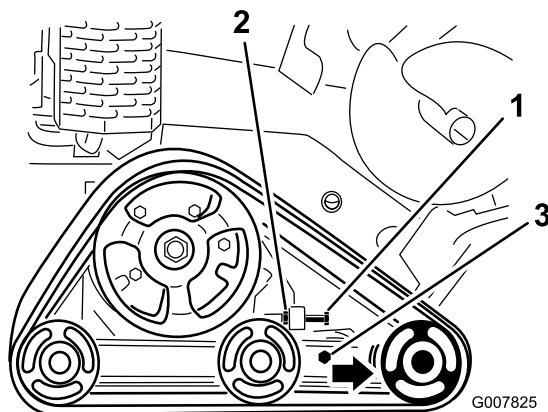

Figura 46
3. Allentate il controdado sul bullone di tensionamento dei cingoli e i bulloni del serrafilo sul braccio di tensione (Figura 46).
4. Serrate il bullone di tensionamento a un valore compreso tra 32,5 e 40 N·m per stringere il cingolo (Figura 46).
4. Allentate il bullone di tensione e il controdado (Figura 46).
5. Allentate i bulloni serrafile (Figura 46).